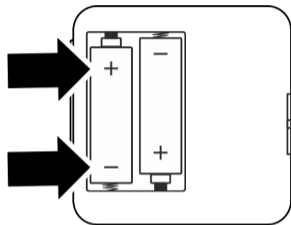

Fig. 4: Insertion des piles
3. Insérer les 2 piles alcalines de type 1,5 V AA LR6 dans le couvercle du boîtier en respectant la polarité (Fig. 4).
5. Insérer les 2 piles alcalines de type 1,5 V AA LR6 dans le couvercle du boîtier en respectant la polarité (Fig. 4).